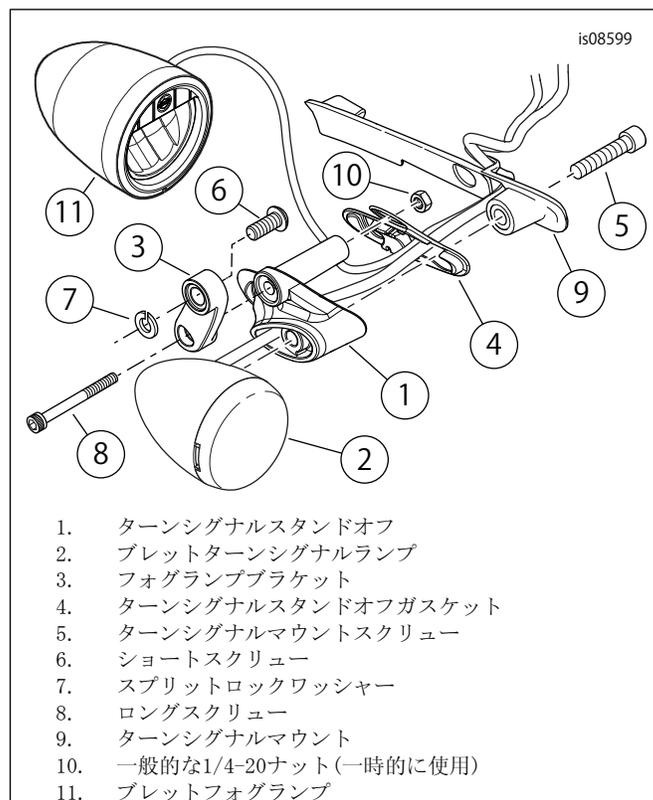

図4. 一時的なランプの組み立て(右側を図示)
- 「図4」を参照してください。正しい側のターンシグナルスタンドオフ(1)およびガスケット(4)をこのキットから取り出します。正しい側のフォグランプ(11)をLED(発光ダイオード)プレートフォグランプキットから取り出します。先に取り外した標準装備(OE)のターンシグナルランプ(2)、スクリーフ(5)、および正しい側のターンシグナルマウント(9)を用意します。
7. 「図4」を参照してください。キットからショートスクリュー(6)とスプリットロックワッシャー(7)を取り出します。
1. 「図4」を参照してください。ランプおよびスタンドオフアセンブリーの1つからターンシグナルスクリュー(5)およびブラケット(9)を取り外します。